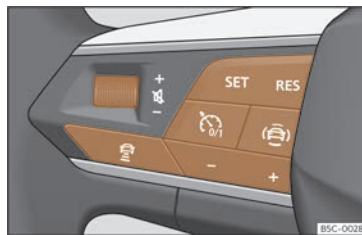

Fig. 173 No volante multifunción: botóns para manexar o ACC
O seu vehículo dispón de ACC se conta cun menú de configuración no sistema de Infotainment>>> páx. 97, e se tes os botóns propios da función ACC no volante multifunción >>> fig. 173.
- Para comezar a regulación, prema o botón **SET** >>> **fig. 173**.
Para programar a velocidade prema os botóns + ou - >>> **fig. 173** ata a velocidade desexada. O axuste de velocidade realízase en intervalos de 10 km/h (5 mph).
- Prema o botón e, a continuación, o botón + ou - >>> **fig. 173**.